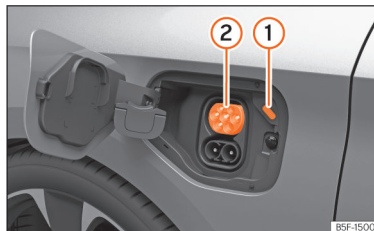

Fig. 58 În spatele capacului pentru încărcarea bateriei, în partea stânga față: Priză de încărcare
»» fig. 58
Ledul (indicatorul procesului de încărcare) prizei de încărcare ① clipește sau clipește în alb »» fig. 58, »» pag. 88.